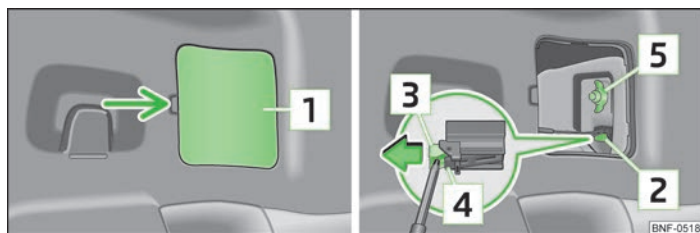

Fig. 126 Desmontar la luz posterior
- Levantar la cubierta » fig. 126, introducir por debajo del borde inferior del mecanismo de enclavamiento el destornillador » página 129, *Herramienta de a bordo* y tirar del enclavamiento en el conector en el sentido de la flecha.